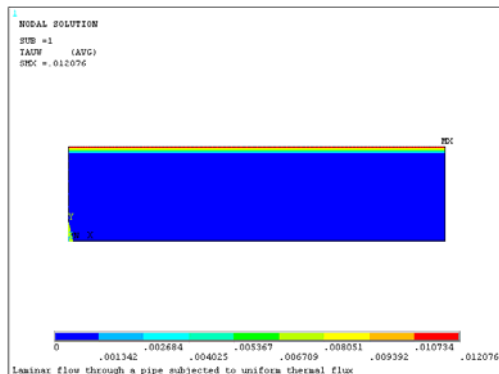

图 8-45 流体与导管壁间的壁面切应力场分布等值线图
⑤重复第②步操作。在“Item to be contoured”列表框中依次选择 Other FLOTTRAN Quantities→Shear stress at the wall, 单击“OK”按钮, ANSYS 窗口将显示如图 8-45 所示的流体与导管壁间的壁面切应力场分布等值线图。